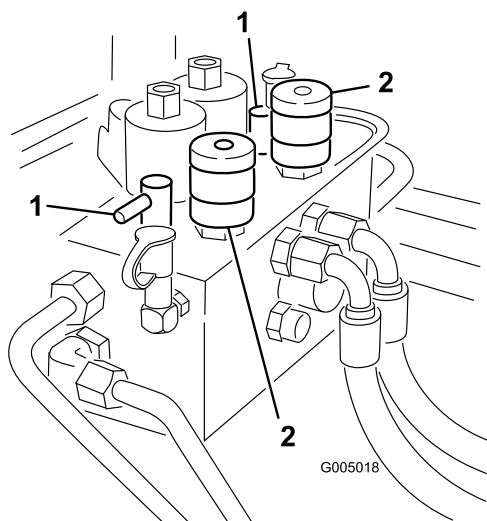

Figura 85
3. Individuate le manopole di selezione della velocità dei cilindri e le manopole di lappatura (Figura 85). Girate in posizione di lappatura la manopola (o manopole) di lappatura pertinente, e la manopola (o manopole) di selezione della velocità dei cilindri in posizione 1.